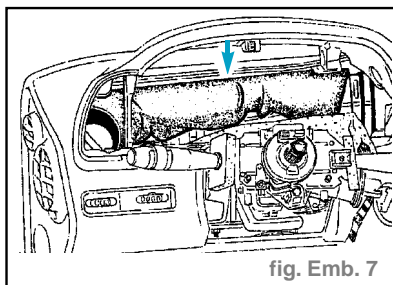

fig. Emb. 7
- le manchon d'air derrière le tableau de bord. Pour cela, il faut le déboîter à sa partie droite, l'engager dans l'orifice laissé par l'obturateur latéral puis le faire pivoter pour extraire la partie droite puis l'ensemble. (fig. Emb. 7)